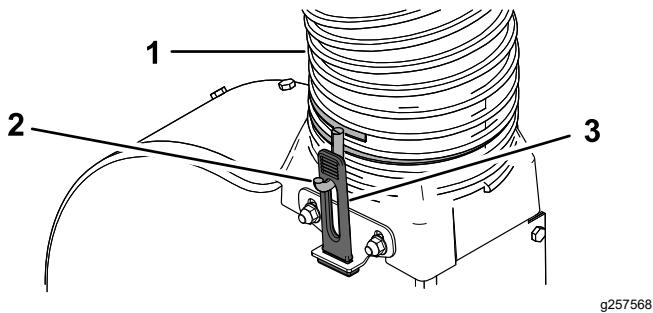

図 20
3. ブロアのトランジッションにホースを取り付けるホースがフードから90°程度の曲がりを作るよう取り付ける。必要に応じてホースクランプのフックの向きを調整してゴム製ラッチに合わせ、ラッチをフックに引っ掛けてホースを固定する図20。
2. 新しいホースの他方の端部にホースクランプを2-3回ねじ込む図20。